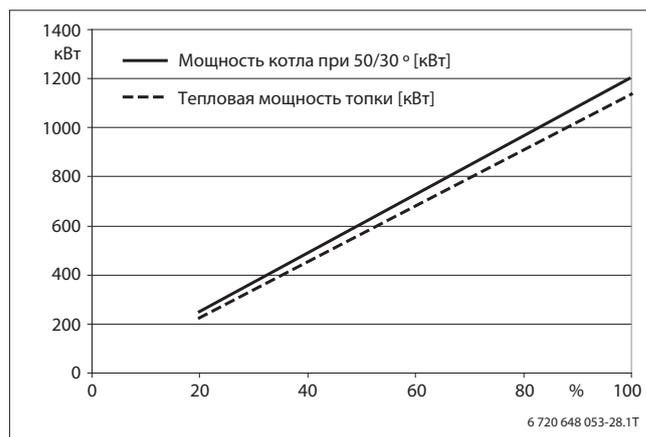

Рисунок 26. График тепловой мощности SB745-1200
- Горелку установить на максимальную, указанную на заводской табличке тепловую мощность топки QN (→ рисунок 26).